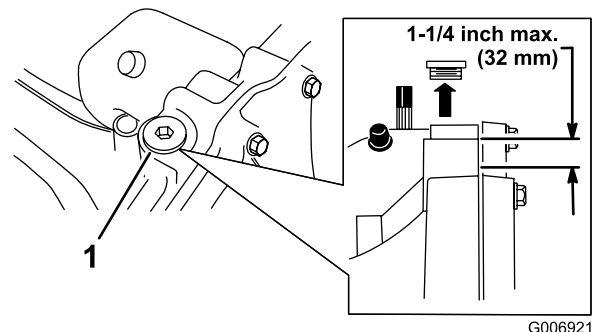

Figure 29
4. Nettoyez la surface autour du bouchon de remplissage (Figure 29) pour éviter que des impuretés tombent dans le réservoir quand vous faites l'appoint d'huile.
- Remarque:** Le niveau maximum doit se situer à 32 mm en-dessous du haut de l'orifice de remplissage (Figure 29). Ajoutez de l'huile au besoin.